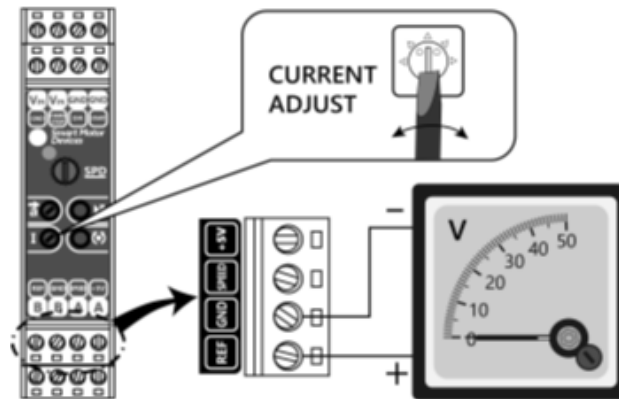

Fig.3. Collegamento di un voltmetro per l'impostazione del limite di corrente massimo del motore
- 8) Utilizzando il potenziometro «CURRENT ADJUST», impostare la corrente massima del motore. Regolare il potenziometro «CURRENT ADJUST» e controllare il limite di corrente impostato tramite un voltmetro, collegato ai terminali «GND» e «V_{ref}» (fig.3). La limitazione di corrente del motore può essere calcolata come: $I_{lim} = 1.0 + 39.9 \times (V_{REF} / 3.3)$